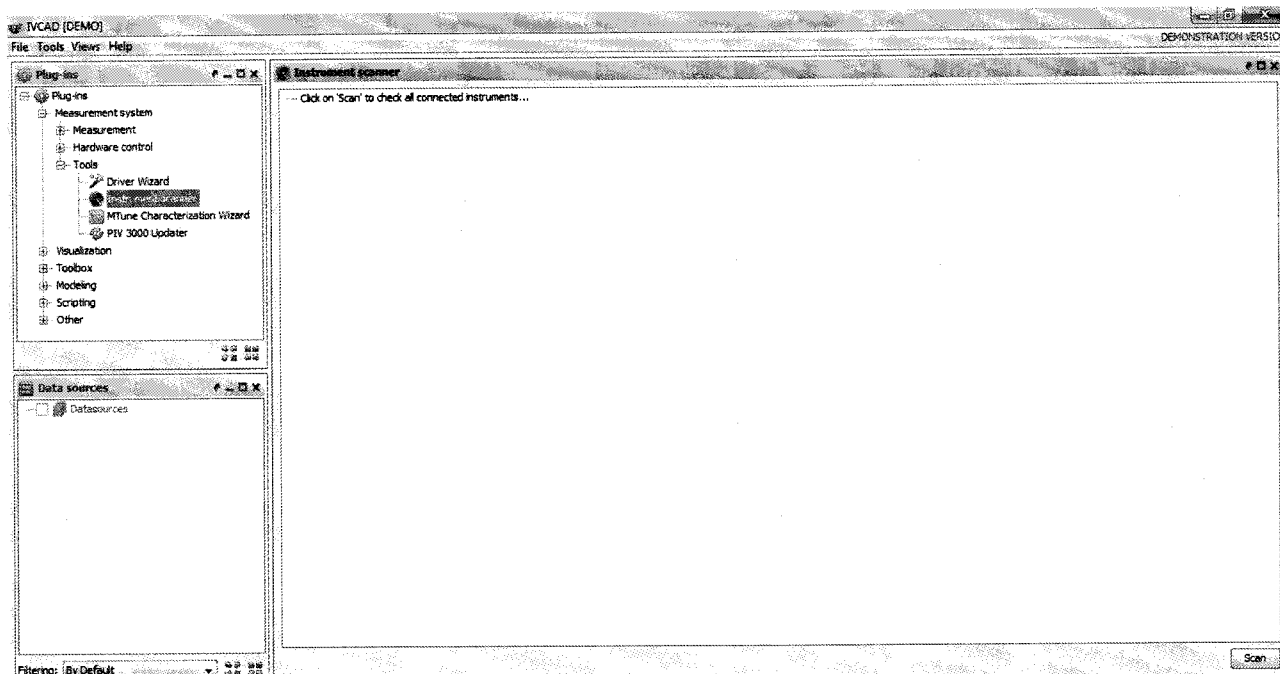

Рисунок 7.2.1 – Окно Instrument Scanner
- открыть вкладку Measurement system-Tools, выбрать Instrument Scanner (рисунок 7.2.1);